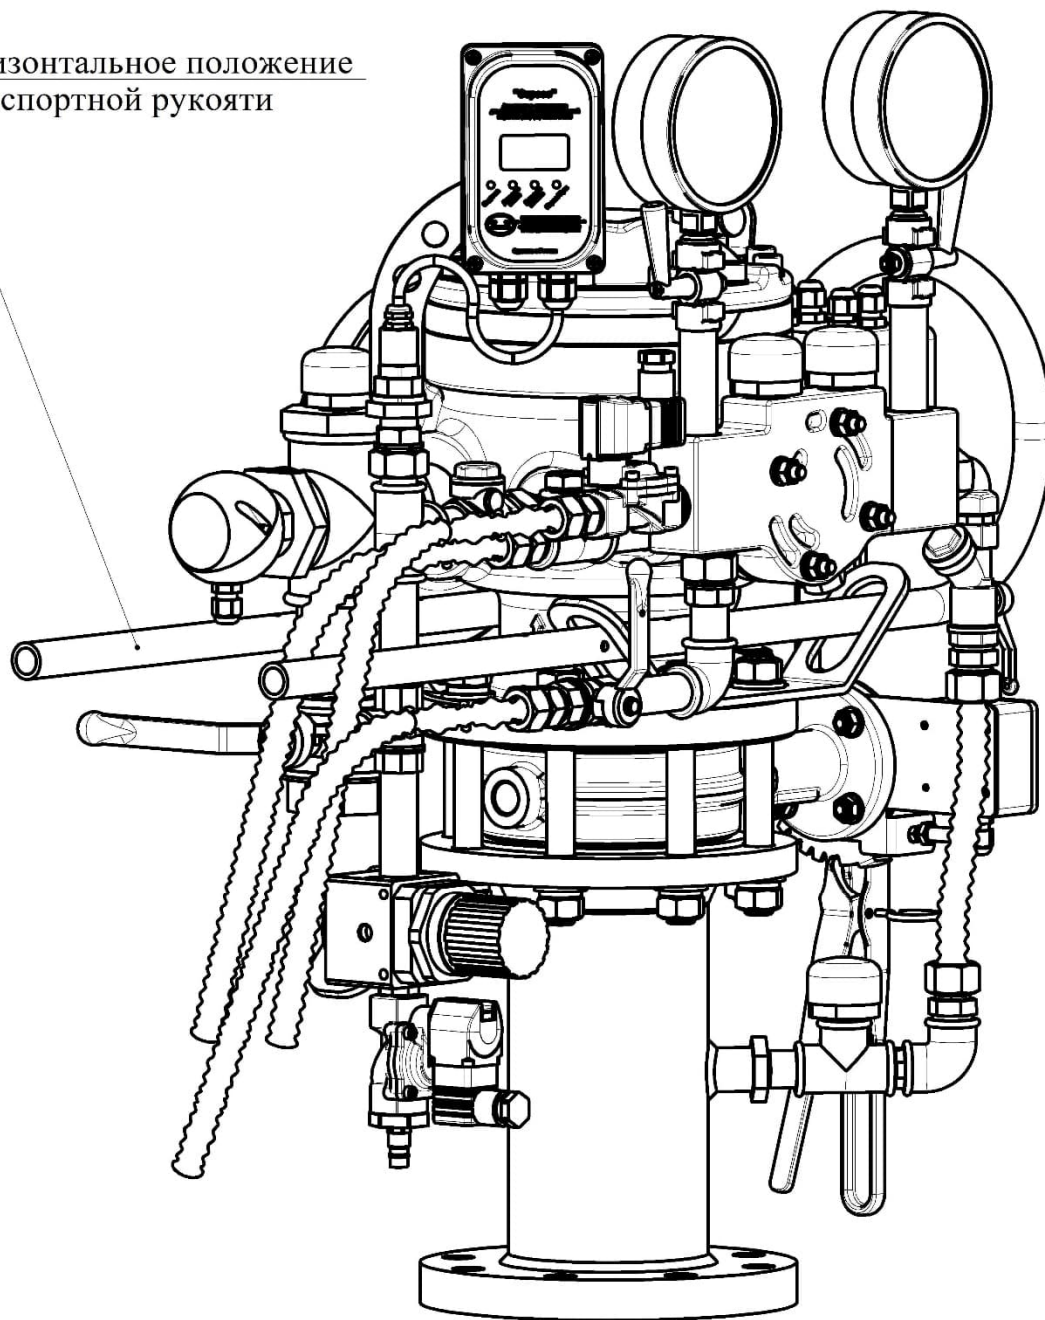

Рисунок 4 – Горизонтальное положение транспортной рукояти
5.24 Рукоять 1 предназначена для удобства перемещения и установки УУ на объекте. Рукоять имеет два положения: вертикальное – используется при транспортировке УУ в упаковочной таре или при использовании УУ, горизонтальное – используется при перемещении УУ на объекте (рисунок 4).